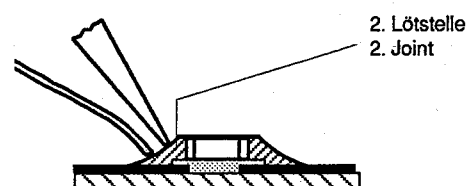

Fig. 5
5. Freie Seite löten. Nach dem Erkalten die erste Lötstelle nochmals nachlöten (Fig. 5).
5. Solder the free end of the CHIP and resolder the first soldering point after it has cooled (Fig. 5).